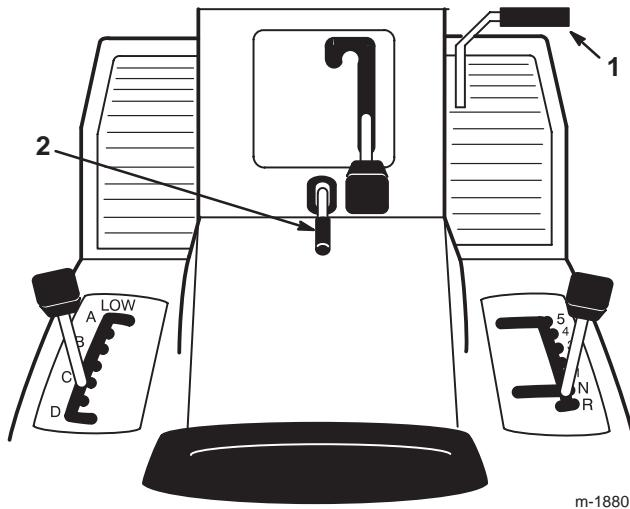

Figure 3
1. Appuyez sur la pédale de frein/embrayage (Fig. 3) et maintenez-la enfoncee.
2. Relevez le levier de frein de stationnement (Fig. 3) et relâchez progressivement la pédale d'embrayage/de frein.
1. Enfoncez la pédale d'embrayage/de frein (Fig. 3).